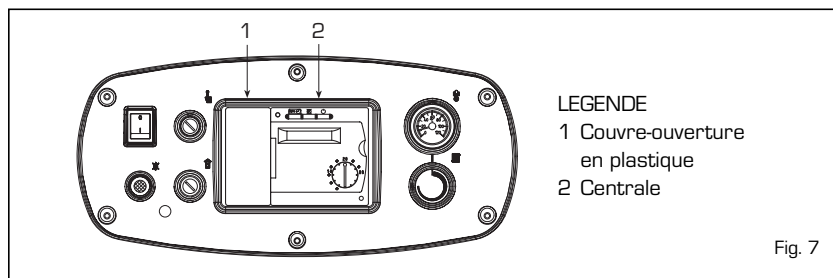

Fig. 7
Toutes les fonctions de la chaudière peuvent être gérées par la régulation électronique optionnelle code 8096303, fournie avec la sonde de température externe (SE), sonde immersion chaudière (SC) (fig. 7). La régulation électronique prévoit le branchement d'une autre série de connecteurs à basse tension pour le branchement des sondes et de l'unité milieu ambiant (les connecteurs se trouvent dans un sachet à l'intérieur du tableau de commande). Le bulbe de la sonde de bouilleur extérieure éventuelle (SS), optional cod. 6277110, doit être introduit dans la gaine du ballon et celui de la sonde chaudière (SC) dans la gaine de la chaudière. Pour le montage de la sonde de température externe (SE), respecter les instructions figurant sur l'emballage de la sonde elle-même. Pour procéder au branchement électrique, se référer au schéma de la figure 6.